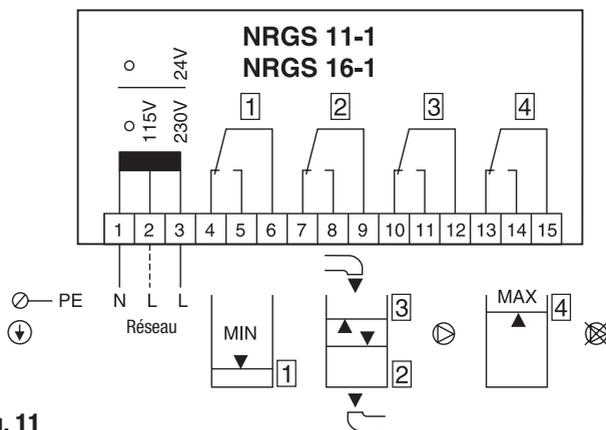

Fig. 11
1. Vérifier si le système est câblé conformément au schéma de raccordement. **Fig. 11**